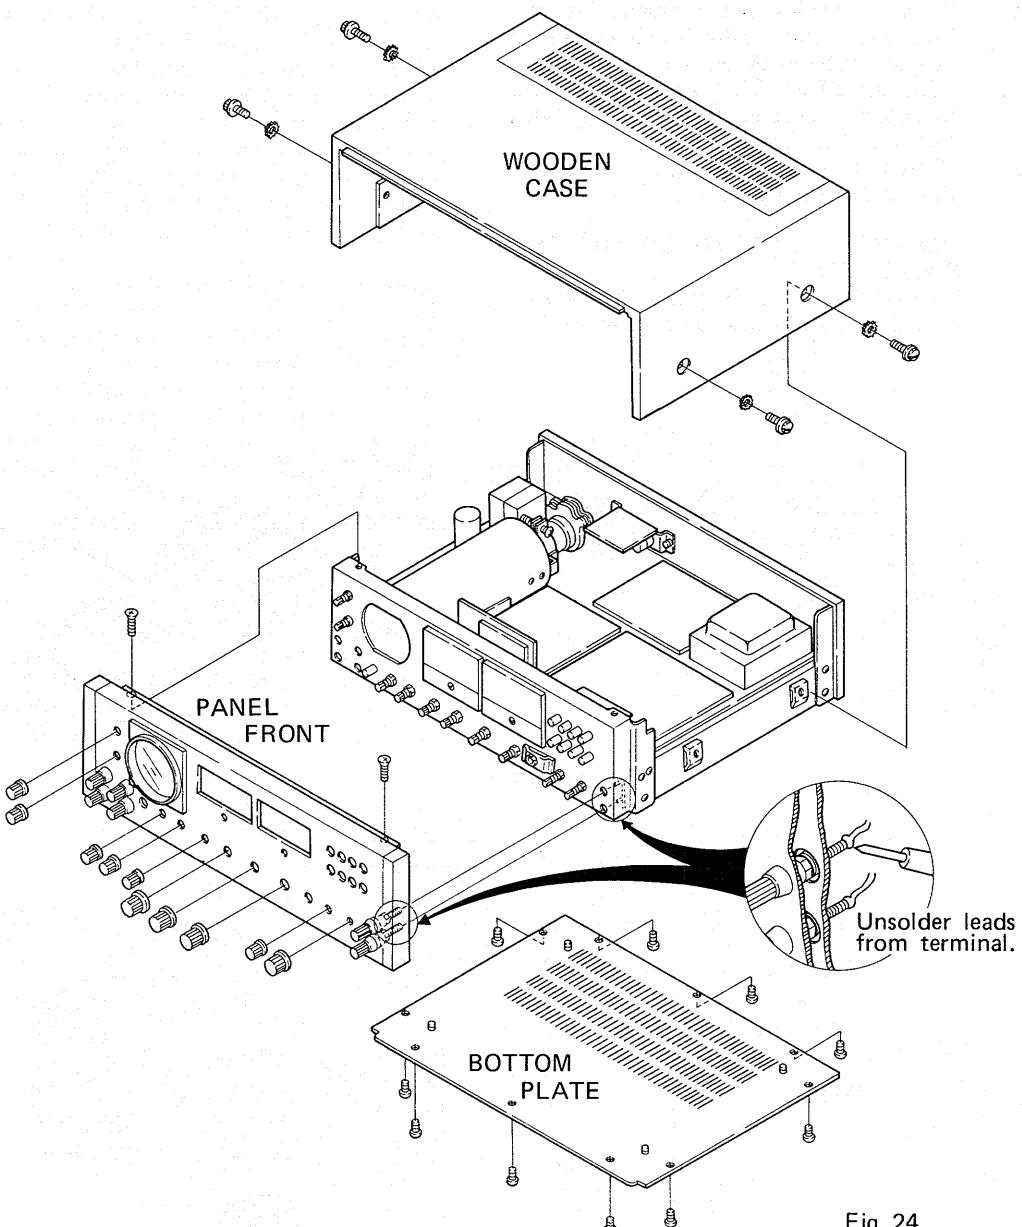

Fig. 24
6.1 WOODEN CASE (Fig. 24)
6.2 BOTTOM PLATE (Fig. 24)
6.3 FRONT PANEL (Fig. 24)